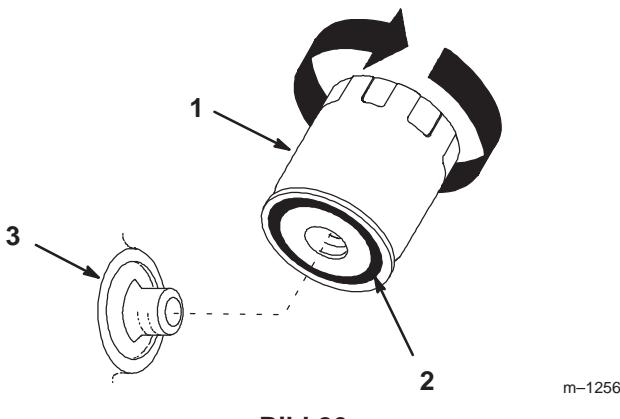

Bild 26
2. Entfernen Sie den AltfILTER und wischen die Dichtfläche am Anbaustutzen (Bild 26) ab.
3. Ölen Sie die Gummidichtung am Austauschfilter (Bild 26) leicht mit Frischöl ein.
4. Drehen Sie den Austauschfilter auf den Anbaustutzen auf. Drehen Sie den Ölfilter im Uhrzeigersinn, bis die Gummidichtung den Anbaustutzen berührt. Ziehen Sie ihn dann um eine weitere 3/4 Umdrehung fester (Bild 26).